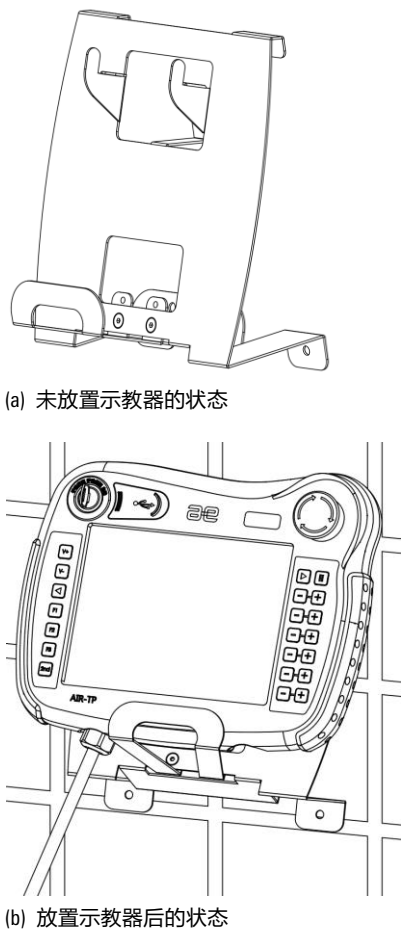

图 26-3 示教器竖放效果图
- 竖放零件安装的相对位置和效果参考图 26-3，(a)为未放置示教器的状态，(b)为放置示教器后悬挂在安全栅栏上的状态。